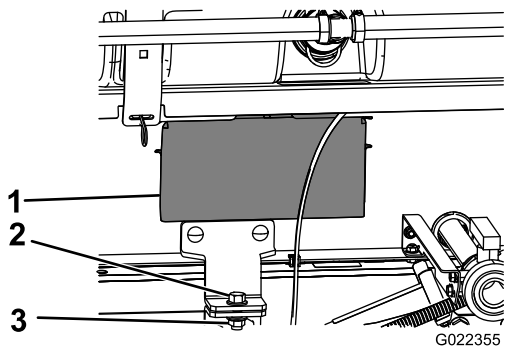

Figura 13
- Utilice los paneles de acceso en ambos lados del patín del depósito para verificar que no hay mangueras o cables aprisionados (Figura 13).
- Sujete el conjunto del patín del depósito al bastidor con un perno ( $\frac{1}{2}$ " x  $1\frac{1}{2}$ "") y una contratuerca ( $\frac{1}{2}$ ""), según se muestra en Figura 13.